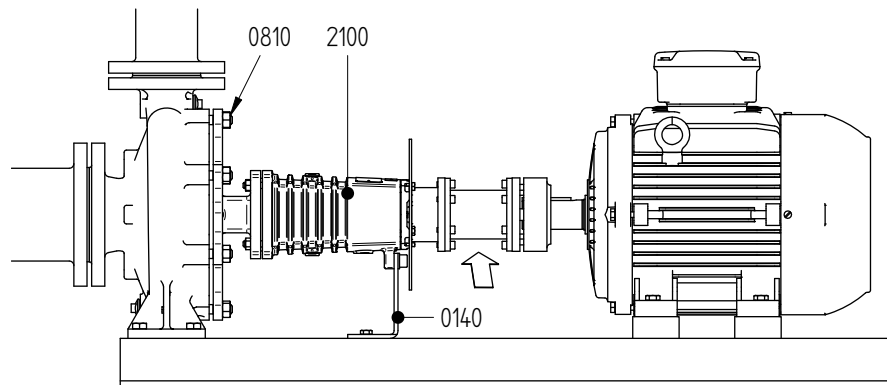

图 7: 背部拉出原理。
- 2 将托臂支座 (0140) 从底板上松开，请见图 7。